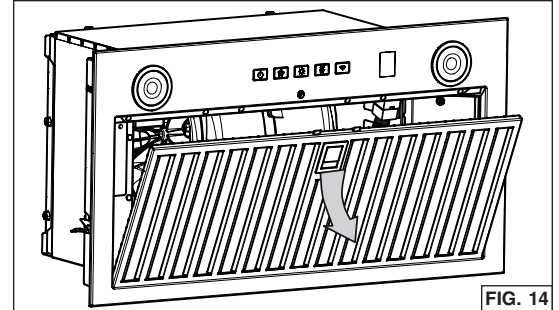

FIG. 14
2. Use la pestaña para retirar de la campana el filtro de grasa empujando hacia abajo e inclinando el filtro hacia fuera (FIG. 14). Poner el filtro a un lado.